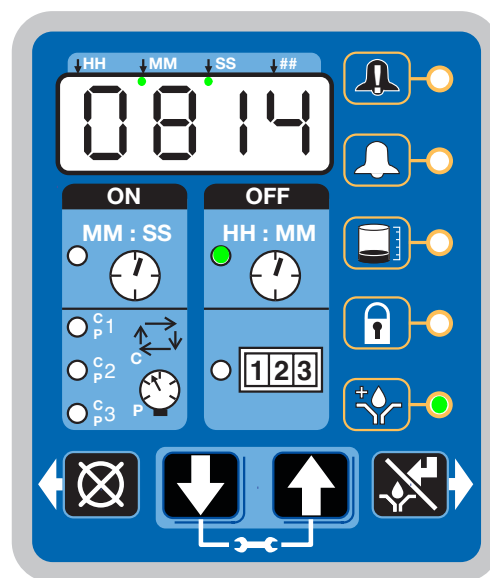

ABB. 49
- Das Gerät schaltet erst ab (OFF) und schaltet dann wieder ein (ON).
- Die LED neben der Uhr im OFF-Feld leuchtet (ABB. 49).
- Die Vorschiemern-LED leuchtet auf (ABB. 49).
- Das Display zeigt die bis zum Beginn des Schmierzyklus verbleibende Zeit an. Das Beispiel in ABB. 49 zeigt an, dass noch 8 Minuten und 14 Sekunden bis zum Beginn eines Schmierzyklus verbleiben.